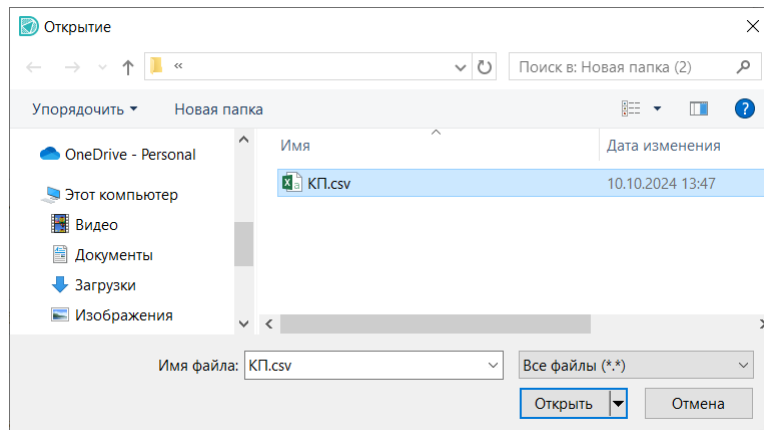

Рис. 102 Выбор csv-файла
3. Выберите в окне проводника нужный csv-файл и нажмите «Открыть», см. Рис. 102.